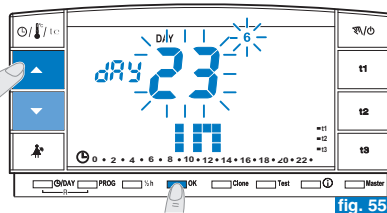

fig. 55
- Confirmer en appuyant sur la touche OK (fig. 55).